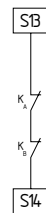

Abb. 4
Automatischer Start (siehe Abb. 4)
- Bei nicht benötigtem Rückführkreis ist dieser durch eine Brücke zu ersetzen (siehe Abb. 4).